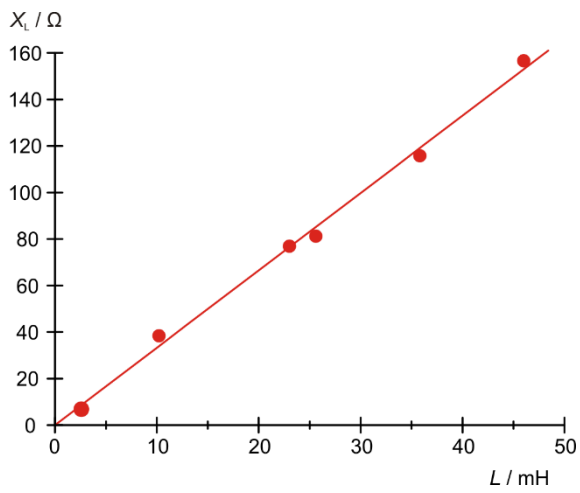
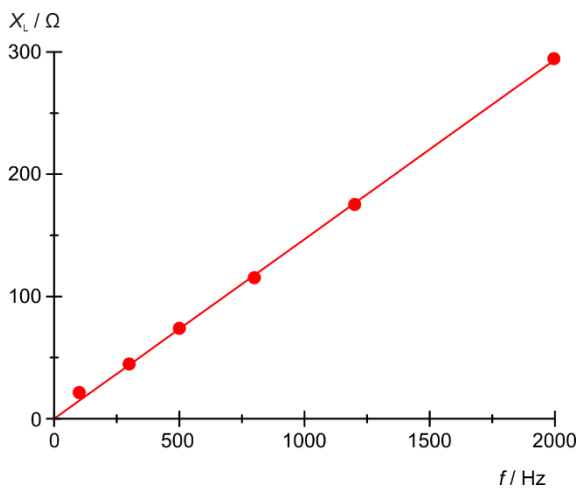

Fig. 4: Resistencia inductiva X_L como función de la inductividad L .
Fig. 5: Resistencia inductiva X_L como función de la frecuencia f .
- Trace las curvas de la resistencia inductiva X_L en función de la inductancia (tabla 1, fig. 4) y de la frecuencia (tabla 2, fig. 5).